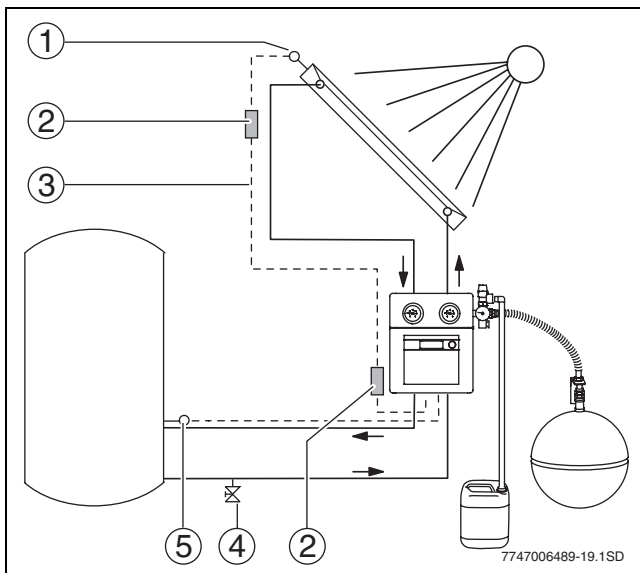

Рис. 12 Температурные датчики коллектора и бойлера насосной станции со встроенным регулятором
- ▶ В самой нижней точке на обратной линии системы солнечного коллектора установите устройство для опорожнения системы (тройник с краном для заполнения и слива, → рис. 12, (4)).